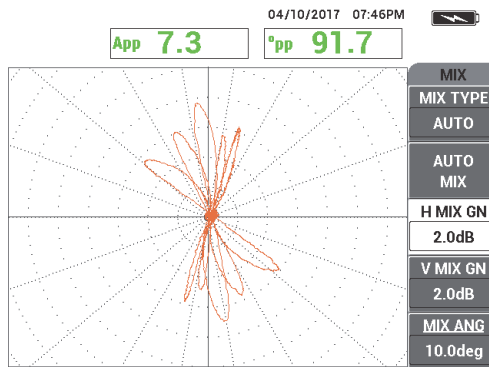

Abbildung 5-173 Prüfergebnis des Rohrs
12. Prüfen Sie das Rohr auf Defekte (siehe Abbildung 5-173 auf Seite 267).